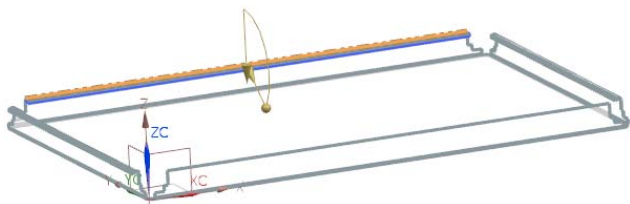

图 2-52 选择弯边
(6) 选择弯边, 同时在视图区预览显示所创建的弯边, 如图 2-52 所示。在“弯边”对话框中, 设置“宽度选项”为  完整, “长度”为 6, “角度”为 128, “参考长度”为“外部”, “内嵌”为“材料外侧”, 在“折弯半径”文本框中输入 1.2, 在“折弯止裂口”和“拐角止裂口”下拉列表框中选择“无”。